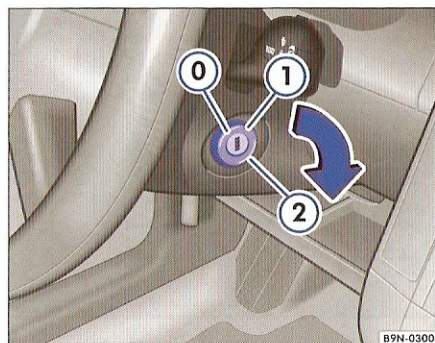

Fig. 77 Pozițiile cheii în contact.
① Contact luat, volan blocat
În poziția ⇒ fig. 77 ① contactul este luat și motorul oprit, volanul poate fi blocat.
- Pentru pornirea motorului rotiți cheia în poziția ⇒ pagina 86, fig. 77" ②.
- Rotiți cheia de contact în poziția ⇒ pagina 86, fig. 77" ① - când se efectuează preîncălzirea motorului, se aprinde lampa de control pentru preîncălzire ☀.
- Când lampa de control nu (mai) este aprinsă, rotiți cheia în poziția ②, pentru a porni motorul - nu accelerați.
- Rotiți cheia în poziția ⇒ pagina 86, fig. 77" ③.